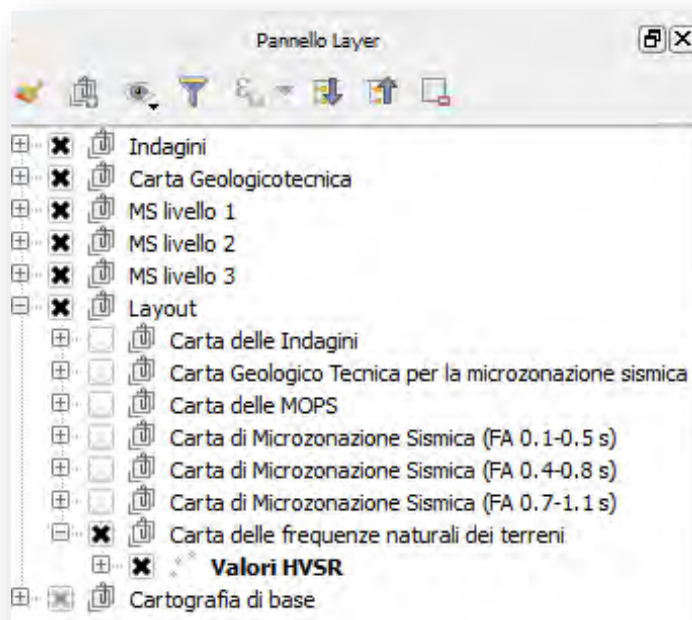

Figura 32 – Pannello Layer con il group layer dei layout e le rispettiva mappe con i layer filtrati sugli oggetti da rappresentare
- sempre all'interno del Pannello Layer, nel group layer “Layout”, selezionare il group layer con il nome della carta che si vuole stampare (Figura 32);